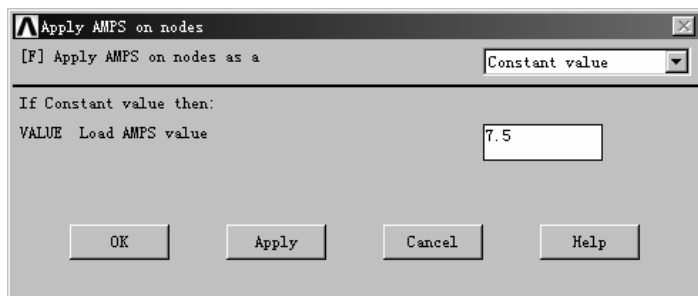

图 1-57 施加节点电流
(2) 施加电流。选择路径 Main Menu→Solution→Define Loads→Apply→Electric→Excitation→AppCurrent→On Nodes, 弹出节点拾取框, 在图形界面上拾取节点 1, 或者直接在拾取框的输入栏中输入“1”。单击“OK”按钮, 弹出“Apply AMPS On nodes”给节点施加电流对话框, 在“Load AMPS value”输入栏中输入“7.5”, 单击“OK”按钮, 由此可以给节点 1 施加 7.5A 的电流载荷(图 1-57)。